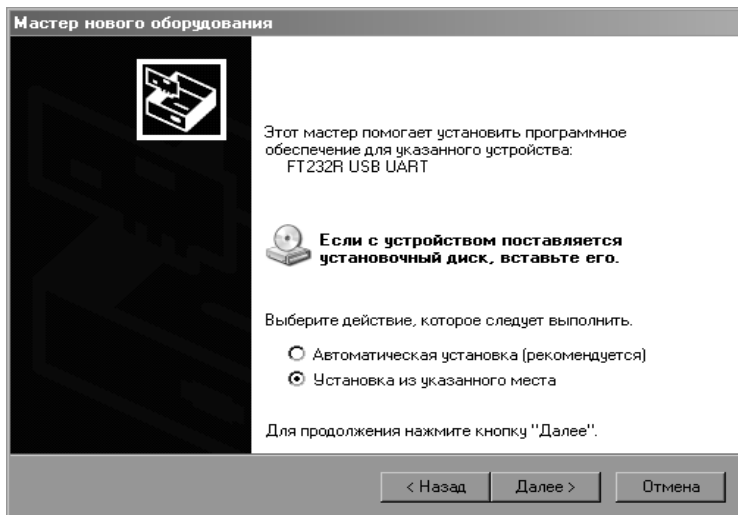

Рисунок 4
3.4.4 В окне запрос на установку программного обеспечения для **FT232R USB UART** (рисунок 4) следует выбрать «Установка из указанного места» и нажать кнопку «Далее».